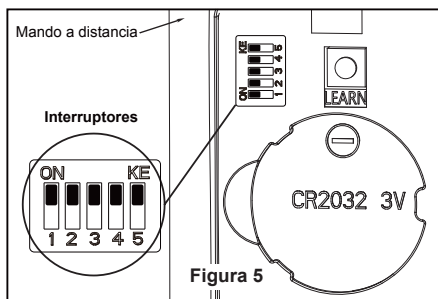

Figura 5
- ☐ 5. Fije la tapa de acero en el cubierta de la carcasa de interruptor, que se quedará en su sitio gracias a un imán. (Figura 5)
- ☐ 5. Instale el conector de 2 clavijas desde unidad de luz LED conexión a la unidad del motor. (Figura 5)
- ☐ 5. Para configurar el código del mando a distancia a las mismas posiciones que en el receptor. Mueva los interruptores de código hasta colocar el código de selección en la posición arriba o abajo. Con un destornillador pequeño o con una lapicera (no se incluye) deslice firmemente hacia arriba o hacia abajo. (Figura 5)